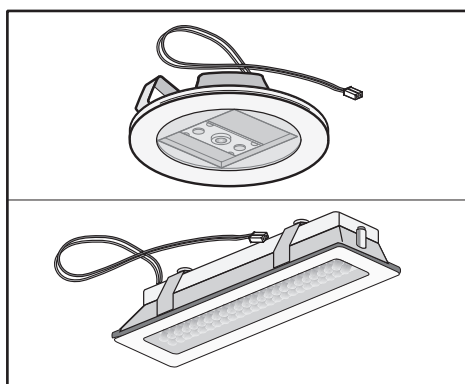

Fig.7
• Sostituzione delle lampade LED (Fig.7):